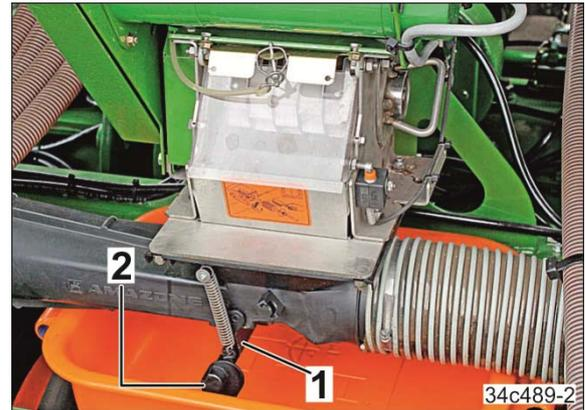

図 116
- インジェクタバルブフラップ (図 116/1) を開きます。
インジェクターバルブフラップはグリップ (図 116/2) だけに触れるようにしてください。さもないと、ばね付きフラップが閉じる際に負傷する危険があります！